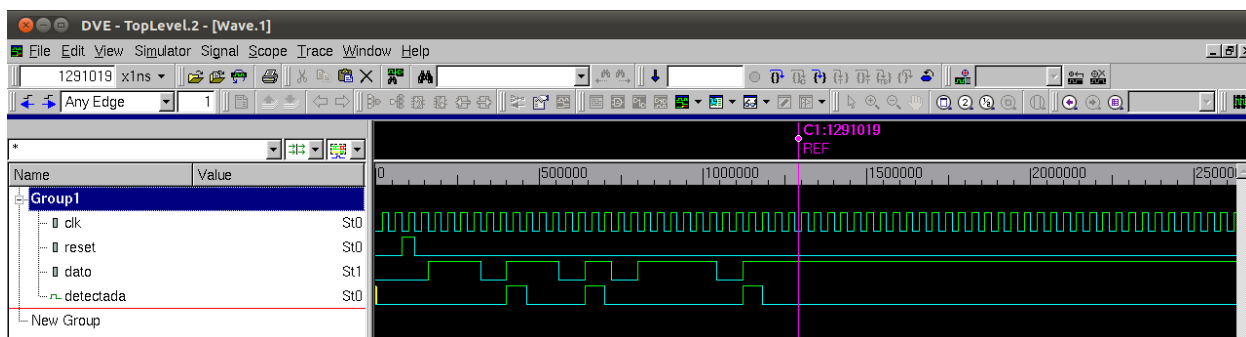

Figura 7.2: Formas de onda de la simulación lógica.
- Se abre una nueva ventana donde se presiona el botón *Start/Continue* (botón con flecha azul apuntando hacia abajo). La forma de onda a obtener se muestra en la figura 7.2.